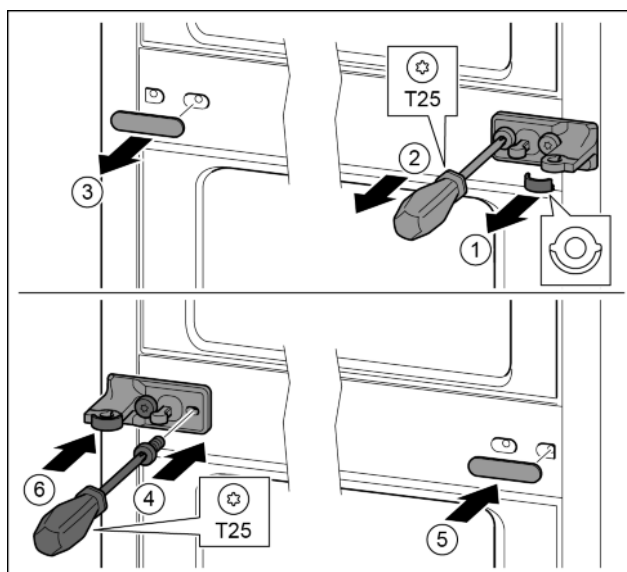

Fig. 15
- Skinite podložnu pločicu. Fig. 15 (1)
- Odvijačem T25 odvijte vijke. Fig. 15 (2)
- ▶ Oprezno skinite pokrov. *Fig. 15 (3)*
- ▶ Čvrsto zavijte podložak ležaja s folijom okrenuto za 180° na drugoj strani. *Fig. 15 (4)*
- ▶ Postavite pokrov okrenut za 180° na drugoj strani. *Fig. 15 (5)*
- ▶ Natakните podložnu pločicu s prednje strane. *Fig. 15 (6)*